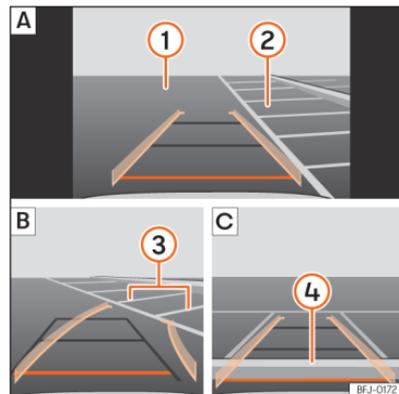

Fig. 147 Visualização no ecrã do sistema infotainment: estacionar com o assistente de marcha-atrás.
Legenda da »» **Fig. 147:**
- Posicione o veículo à frente do lugar de estacionamento \gg Fig. 147 ② A.
- Retroceda rodando o volante de forma que as linhas amarelas se introduzam no lugar de estacionamento. As linhas verdes e amarelas têm de coincidir com as linhas de delimitação laterais ③ B.
- Pare o veículo quando a linha vermelha tiver atingido a delimitação traseira ④ C.